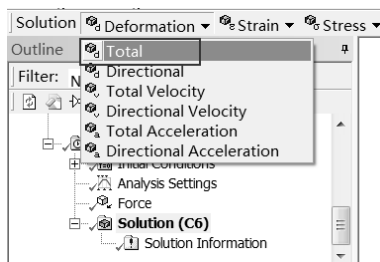

图 9-83 添加变形选项
Step2 :选择 Solution 工具栏中的 Deformation (变形) Total 命令 ,如图 9-83 所示 ,此时在分析树中会出现 Total Deformation 选项。